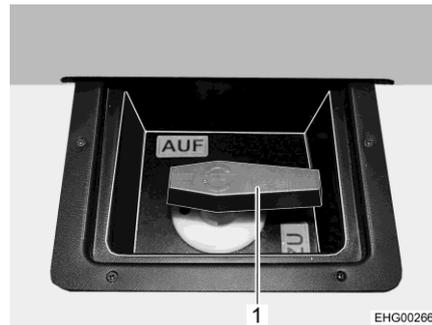

Fig. 145 Levier de commande (réservoir d'eaux usées)
Le robinet de vidange des eaux usées s'actionne avec un levier de commande (Fig. 145,1). Le levier de commande (Fig. 145,1) de l'évacuation des eaux usées se trouve sous un couvercle à l'arrière. Le tuyau de purge avec raccord pour tuyau d'évacuation des eaux usées se trouve du côté droit sous le véhicule.
- Ouvrir le robinet de vidange. Faire tourner pour ce faire le levier de commande (Fig. 145,1) du robinet de vidange sur la position "AUF" (ouvert). Les eaux usées s'écoulent.
- Refermer le robinet de vidange une fois que les eaux usées se sont complètement écoulées. Faire tourner pour ce faire le levier de commande (Fig. 145,1) du robinet de vidange sur la position "ZU" (fermé).